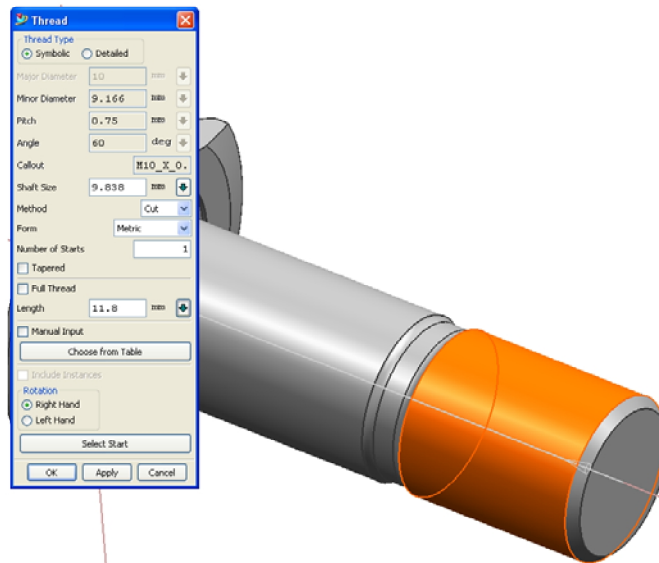

Рис. 130. Создание резьбы
9. Создайте резьбу на переднем конце детали. Для этого можно воспользоваться меню **Insert** → **Design Feature** → **Thread...**. Выбираем цилиндрическую поверхность и для нее задайте тип резьбы – символическая (**Symbolic**), выберите из списка - **Choose from Table** резьбу M10x1.5, задайте **Length** -11.8 mm. Нажмите **OK** (Рис.130).